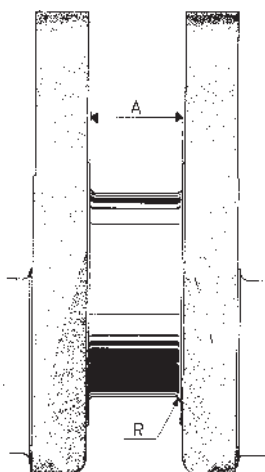

Fig. 56 Largeur de portée de palier-pilote
2. Veiller à ce que les rayons des congés de passage des tourillons aux brides soient de 3,75 à 4,00 mm (cote R, fig. 56). Vérifier avec un calibre à rayons.
3. La rectification du tourillon central exige une attention particulière quand il s'agit de la cote « A » (figure 56).